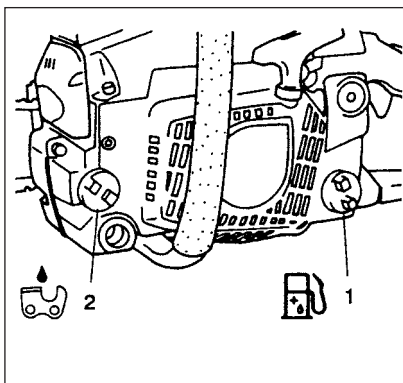

Fig. 2-1B
⚠ ADVARSEL! (Fig.2-1B)
Kædeolie (Fig. 2-1B)
Når du fylder brændstof (1) eller kædeolie på (2), anbring enheden med dækselsiden op. (Fig. 2-1B)